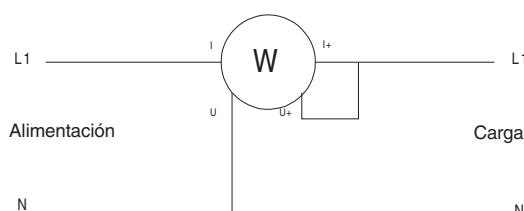
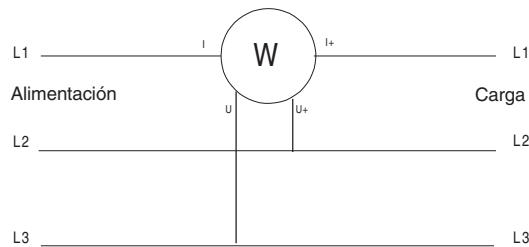

Fig 4.4.1 Esquema de conexión en monofásico
Fig 4.4.2 Esquema de conexión en Trifásico 3 Cables Equilibrados (únicamente PX 120)
2. Conectar los cables de medida en los terminales de medida de corriente del aparato (a la izquierda), respetando las polaridades indicadas: cable rojo en el terminal «+» y cable negro en el terminal «**COM**». Conectar los cables de medida en los terminales de medida de tensión del aparato (a la derecha), respetando las polaridades indicadas: cable rojo en el terminal «+» y cable negro en el terminal «**COM**». Aplicar el esquema de conexión de la Fig.4.4.1 (monofásico) o Fig.4.4.2 (Trifásico equilibrado, T3FE únicamente PX 120), según el caso, asegurándose si es posible que los valores medidos no superan los límites máximos admisibles (véase tabla siguiente).
3. Aplicar el esquema de conexión de la Fig.4.4.1 (monofásico) o Fig.4.4.2 (Trifásico equilibrado, T3FE únicamente PX 120), según el caso, asegurándose si es posible que los valores medidos no superan los límites máximos admisibles (véase la siguiente tabla).El cambio de escala es automático.
3. Aplicar el esquema de conexión de la Fig.4.4.1 (monofásico) o Fig.4.4.2 (Trifásico equilibrado, T3FE únicamente PX 120), según el caso, asegurándose si es posible que los valores medidos no superan los límites máximos admisibles (véase tabla siguiente).El cambio de escala es automático.
3. Aplicar el esquema de conexión de la Fig.4.4.1 o Fig.4.4.2 (T3FE únicamente PX 120), según el caso, asegurándose si es posible que los valores medidos no superan los límites máximos admisibles (véase tabla siguiente). El cambio de escala es automático.